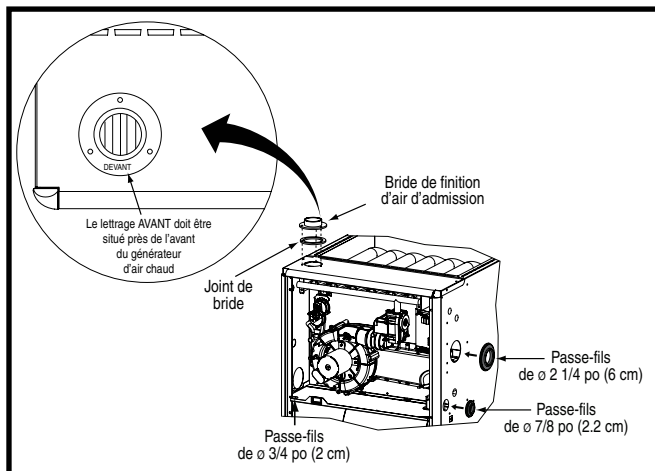
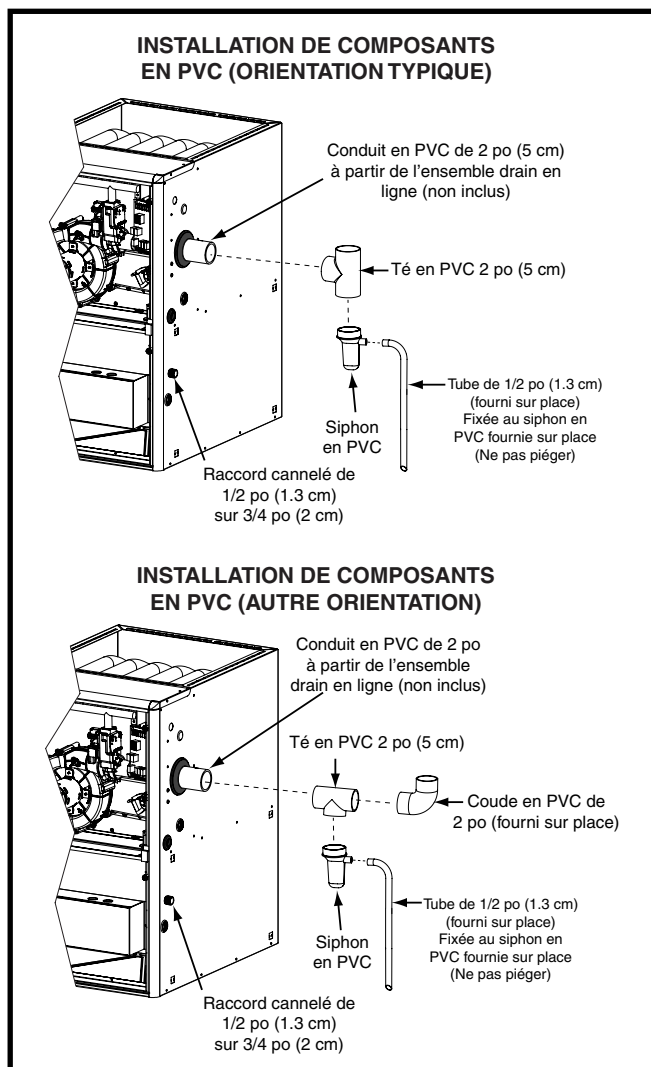

Figure 14. Bride de finition et passe-fils en caoutchouc
Figure 15. Composants en PVC
Les composants illustrés à la Figure 14 \(page 18\) et à la Figure 15 \(page 18\) sont inclus dans le sac de pièces supplémentaires fourni avec les générateurs d'air chaud *TE/*TN. Selon le type d'installation, certains de ces composants sont facultatifs et peuvent ne pas être utilisés. Veuillez vous reporter aux descriptions et aux figures d'accompagnement pour installer ces éléments.
2. Placer la bride de finition sur le dessus du joint d'étanchéité de bride. **REMARQUE :** S'assurer que la bride est bien orientée de façon à ce que le lettrage AVANT soit situé à proximité de l'avant du générateur d'air chaud, comme indiqué à la Figure 14.
Le passe-fils en caoutchouc de 2 1/4 po (5,7 cm) est utilisé pour assurer l'étanchéité de l'ouverture entre l'armoire du générateur d'air chaud et le conduit d'évent en PVC de 2 po (5 cm). Il faut installer le passe-fils en caoutchouc dans le trou de 3 po (7,6 cm) avant de sortir le conduit d'évent de l'armoire. Aucun produit d'étanchéité n'est requis. Consulter la Figure 14.
- Le conduit en PVC de 2 po (5 cm) illustré à la Figure 15 n'est pas fourni dans le sac de pièces supplémentaires.
Le té et le siphon en PVC de 2 po (5 cm) sont utilisés lorsque l'inducteur est orienté pour faire sortir l'évent du côté gauche ou du côté droit de l'armoire du générateur d'air chaud. Consulter la Figure 15.
1. Installer le té en PVC à la verticale sur le conduit d'évent de 2 po (5 cm) qui sort par le côté de l'armoire. Coller les deux éléments ensemble de façon permanente au moyen de l'apprêt et de la colle appropriés. Se reporter à l'orientation typique illustrée à la Figure 15.
1. Installer le té en PVC à l'horizontale sur le conduit d'évent de 2 po (5 cm) qui sort par le côté de l'armoire. Coller les deux éléments ensemble de façon permanente au moyen de l'apprêt et de la colle appropriés. Se reporter à l'autre orientation illustrée à la Figure 15.